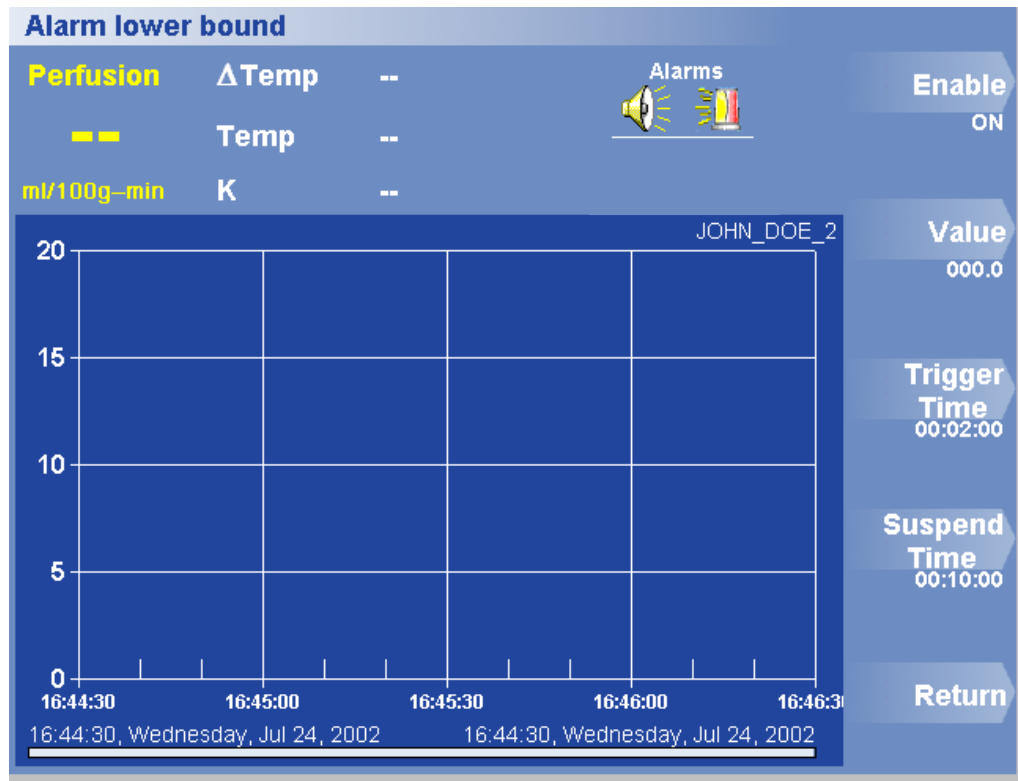

Figure 30. Menu Limite inférieure de l'alarme
2. Cliquez sur Limite inférieure. Le menu Limite inférieure de l'alarme apparaît (figure 30).